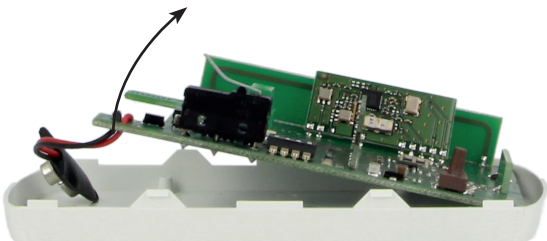

Fig. 4.3 — rimozione della scheda
- Sollevare la scheda premendo delicatamente sul lato inferiore dal vano batteria (vedere fig. 4.3);